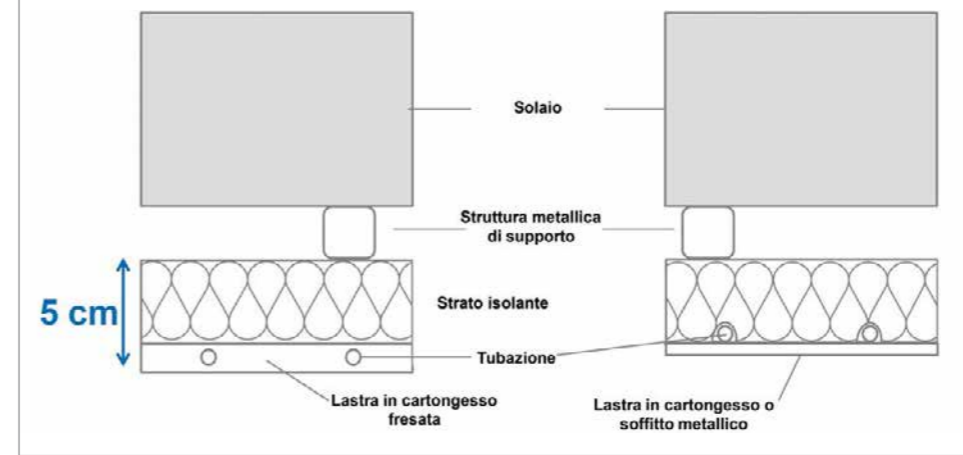

Figura 2 - Pannelli radiante soffitto (con intercapedine d'aria retrostante).
- sistemi per il riscaldamento e il raffrescamento a soffitto con intercapedine d'aria retrostante (nella normativa definiti "free hanging", ovvero appesi), come rappresentato in Figura 2.